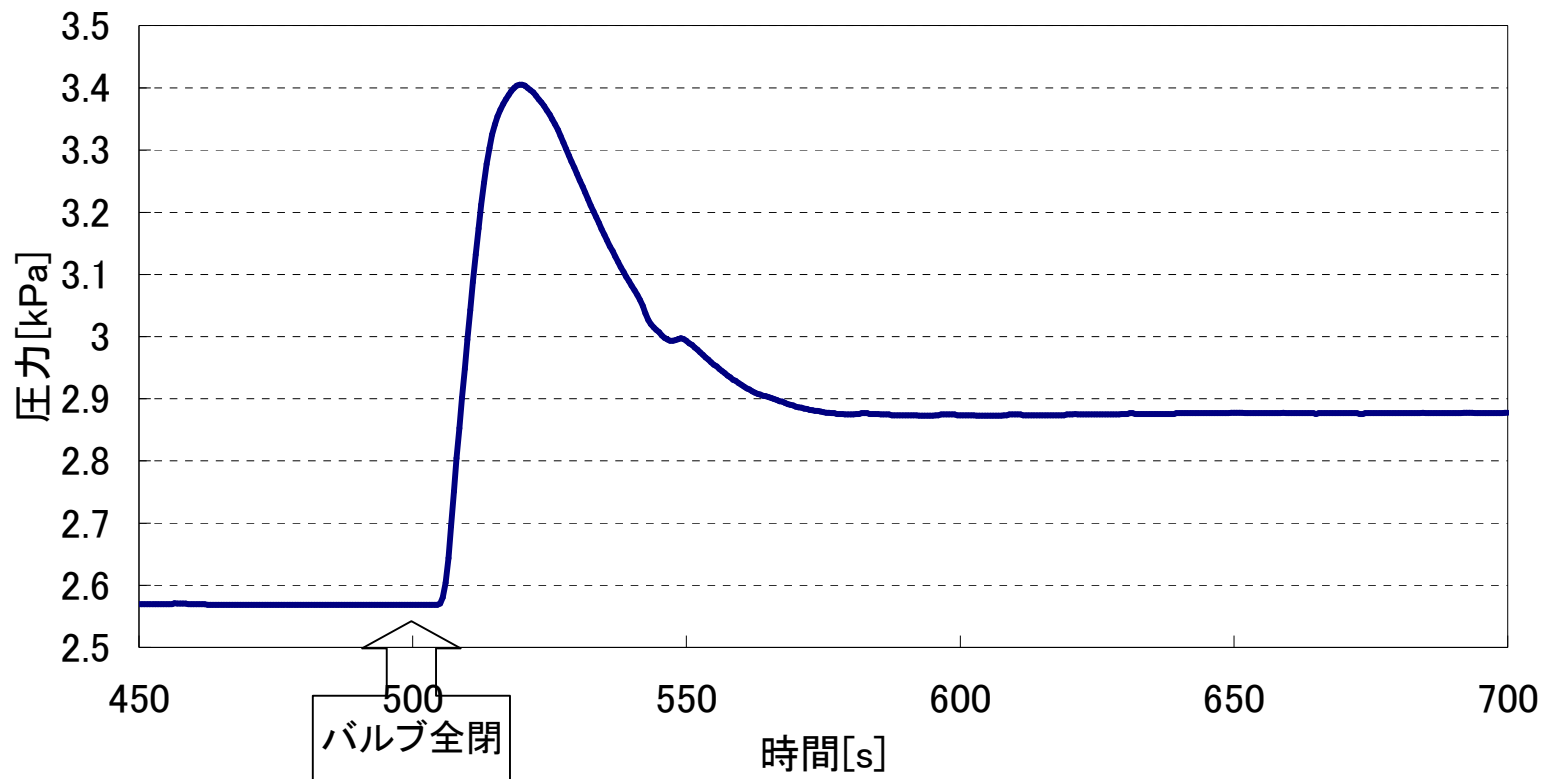

図3 圧力変化 (u-FLOW/GLによるケース1)
- **ケース1** (V1、V2を500秒時点で同時に遮断した場合の、着目点Xの圧力変化)の解析結果を図3に示す